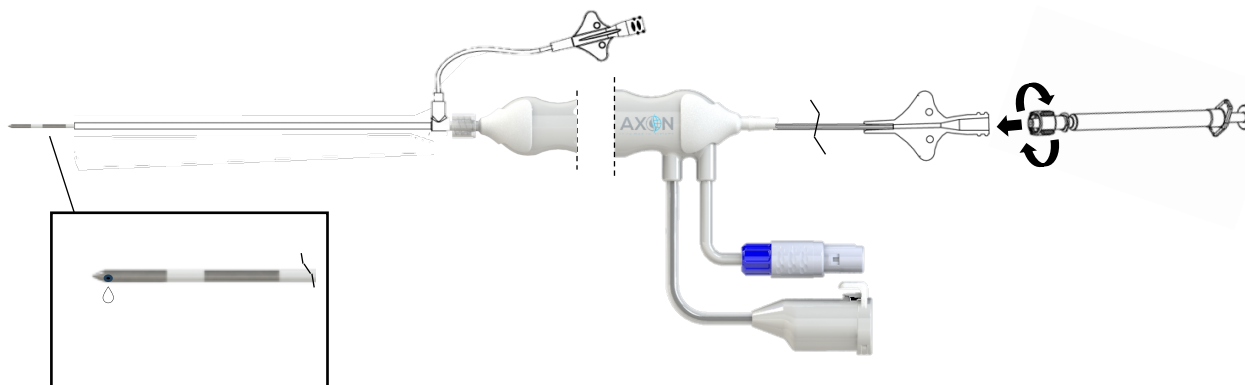

Figura 15 - Collegamento della siringa alla sonda per l'irrigazione distale dell'ago
2. Collegare la siringa alla porta della siringa con il sistema luer lock della sonda (Figura 15)